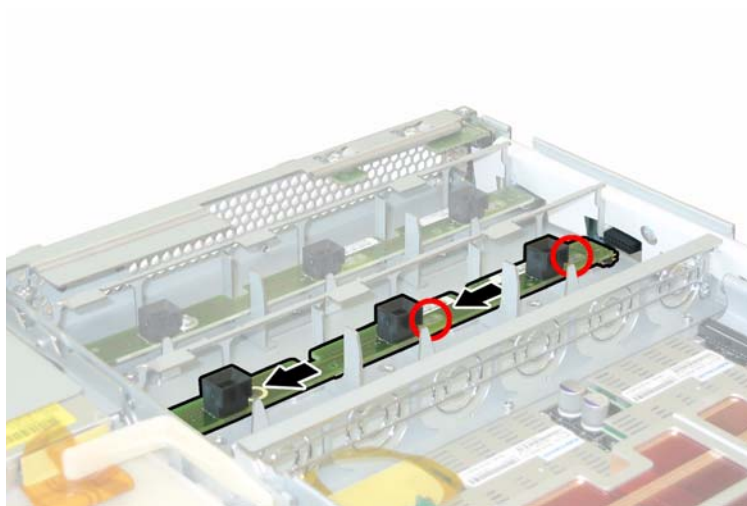

図 3-20 ファンコネクタ基板の取り外し
6. ファンコネクタ基板をシャーシの中央に向かってスライドさせ、前面 I/O ボードから外して、シャーシ上の 2 つの位置決めタブからも離します。図 3-20 を参照してください。